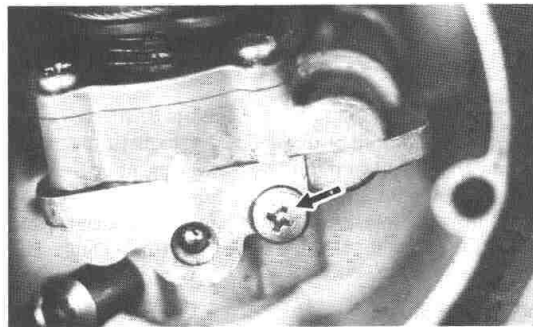

Fig. 2-3-12
- b. Remove the pump bleed screw and allow 3 to 5 minutes to fill pump with oil and begin to drain from bleed screw hole. (Fig. 2-3-12)
- b. Enlevez la vis de purge de la pompe, attendez 3 à 5 minutes que la pompe se remplisse d'huile et commencez à évacuer l'huile par le trou de la vis de purge. (Fig. 2-3-12)